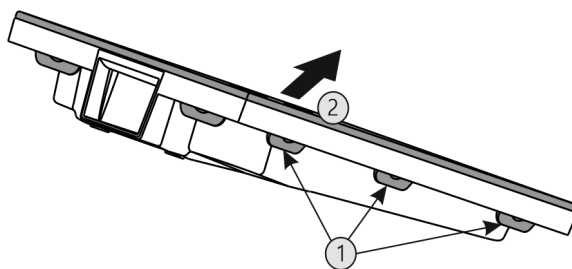

Fig. 61
- ▶ Appuyer sur toutes languettes Fig. 61 (1) l'une après l'autre et enlever le couvercle Fig. 61 (2).